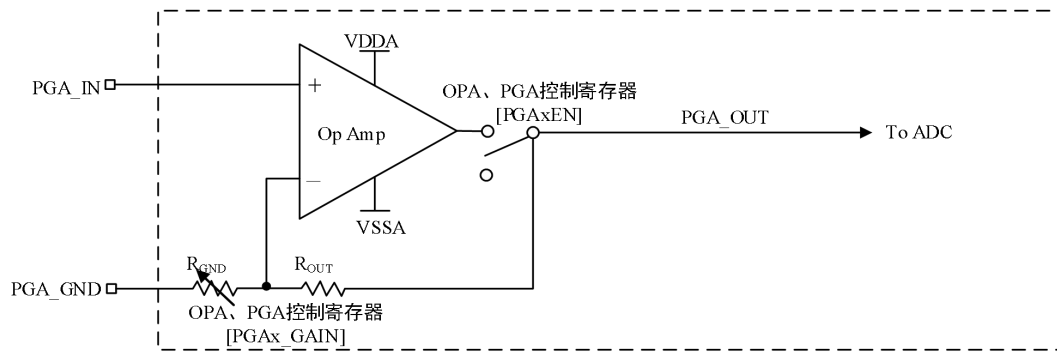

图 4-14 PGA 框图
- PGA_OUT是运算放大器输出端的内部信号。它可由内部ADC模块进行采样和监控。图4-14所示为PGA方框图。